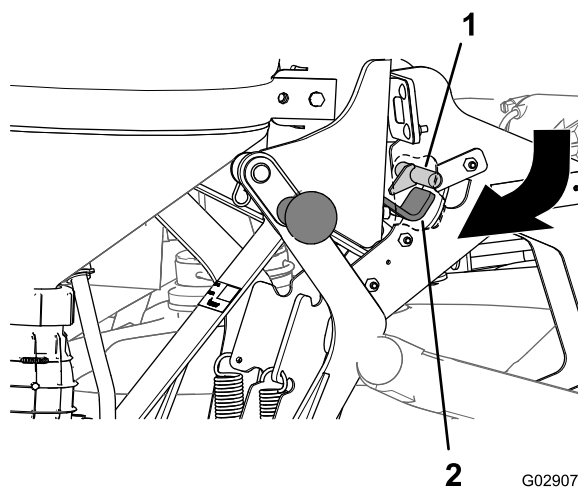

Figure 34
3. Tirez la poignée du mélangeur vers l'extérieur et le bas jusqu'à ce que le crochet du verrou sur le côté intérieur de la plaque d'appui passe la tige de verrouillage du cadre porteur principal (Figure 34).
3. Appuyez sur les poignées situées en haut du berceau jusqu'à ce que la partie en crochet du verrou soit alignée derrière la tige de verrouillage du cadre porteur principal (Figure 34).